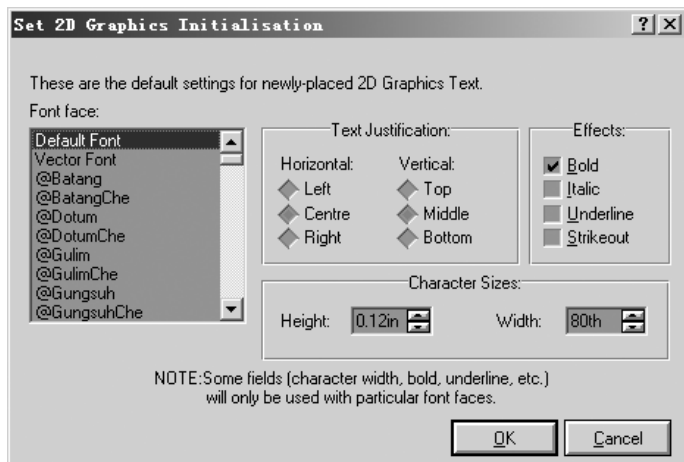

图 4.33 设置图形文本
- **Set Graphics Text:** 设置图形文本，点击后会弹出如图 4.33 所示的对话框，主要用于设置 2D 图形文字的字体（Font face）、文本的位置（Text Justification）、效果（Effects）、字体大小（Character Sizes）等。